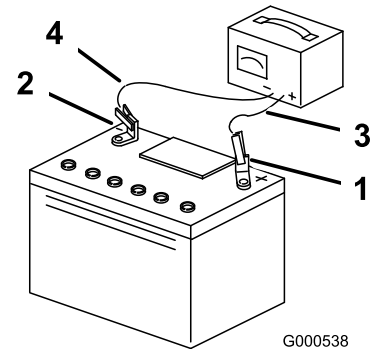

Bild 49
3. Ziehen Sie den Stecker des Ladegeräts aus der Steckdose, wenn die Batterie ganz aufgeladen ist. Klemmen Sie dann die Klemmen des Ladegeräts von den Batteriepolen ab (Bild 49).